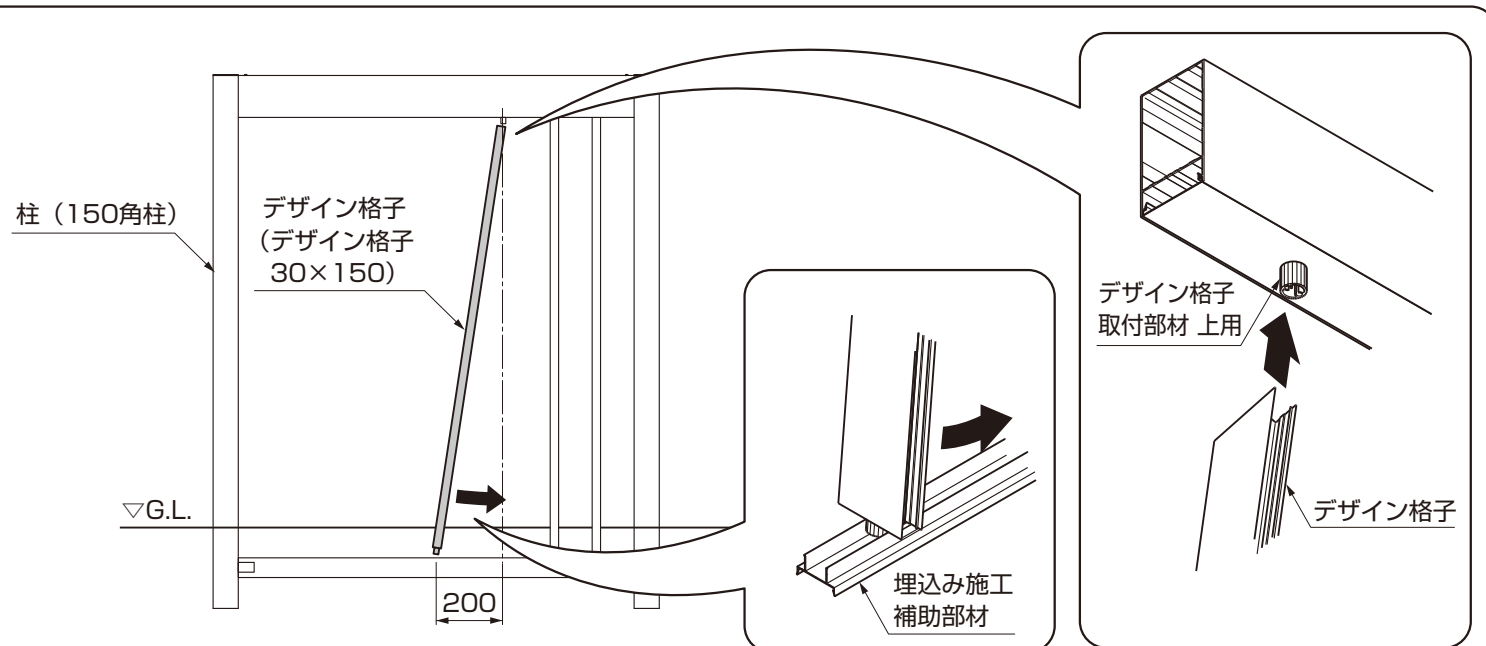

図9-9
- ②デザイン格子取付け部材 上用の取付け後、図9-9を参考にデザイン格子をデザイン格子取付部材 上用、埋込み施工補助部材に入るよう斜めにして取付けてください。この際に作業幅が200mm程度必要となります。